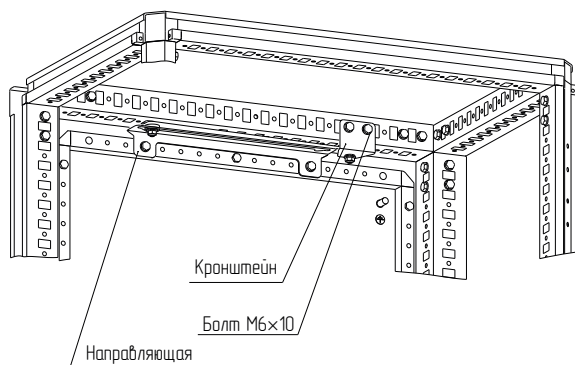

Рисунок 53
4.20.3 Закрепить кронштейн ограничителя угла открытия двери 90 град на крыше каркаса болтами самонарезающими М6×10 (рисунок 53). Момент затяжки – 7 Н·м. Болты в комплект не входят и приобретаются отдельно.